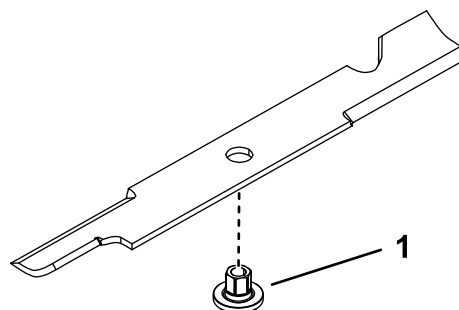

Figure 121
1. Insérez la douille dans la lame en plaçant l'embase sur le côté inférieur (côté herbe) de la lame (Figure 121).